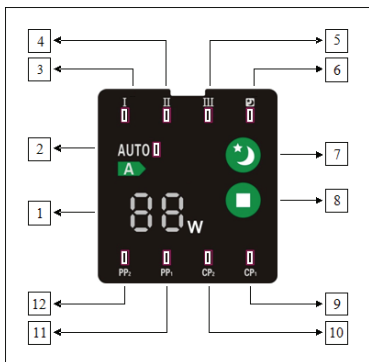

Fig. 1 / Abb. 1 / Figura 1 / Foto 1 / Рис. 1 / SI. 1.
Da ogni pressione di questo pulsante, vedi il Fig. 1, pos. 8, si cambia setting di pompa.